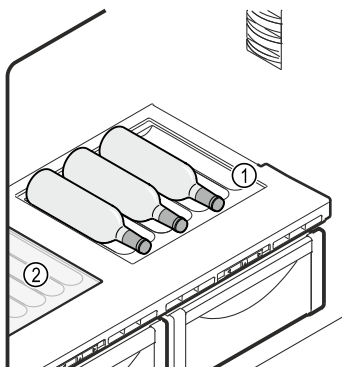

Fig. 104 Ілюстративне зображення
- Вставте скляну пластину Fig. 104 (2) під змінну полицю для зберігання пляшок.